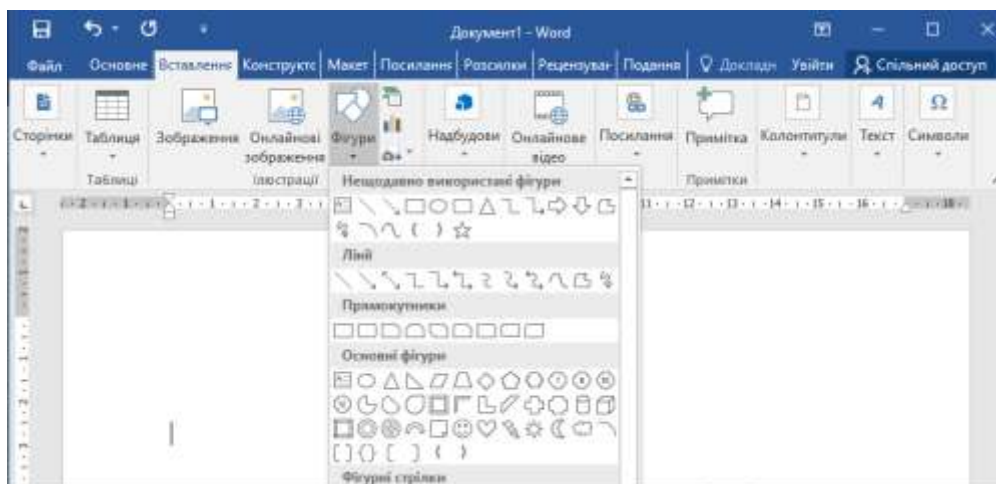

Рисунок 1.17 – Список запропонованих фігур
3. Ознайомтесь з вкладкою *Вставлення* → *Фігури* (рисунок 1.17). Запропонований список фігур дозволяє створити різні форми і види ліній, основних фігур, фігурних стрілок, елементів блок-схем, зірок тощо.